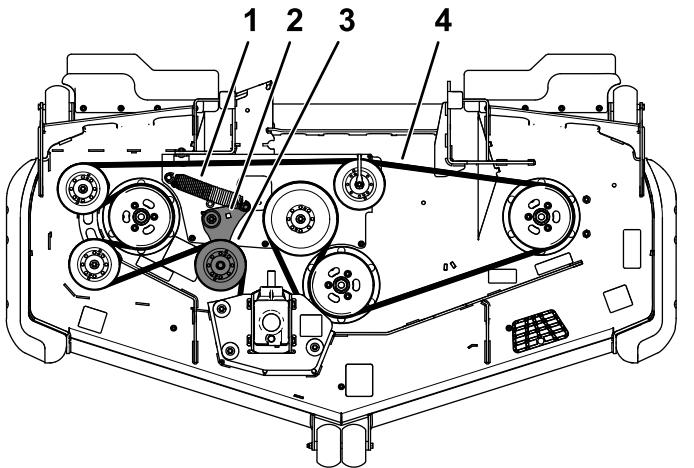

Figure 55
5. Insérez un rochet dans le trou carré du bras de la poulie de tension pour détendre le ressort de la poulie (Figure 55).
7. Installez la nouvelle courroie sur les poulies (Figure 55).
8. Vérifiez que les extrémités du ressort sont bien engagées dans les rainures d'ancrage ; puis insérez le rochet dans le trou carré pour chauffer la courroie sur la poulie de tension (Figure 55).